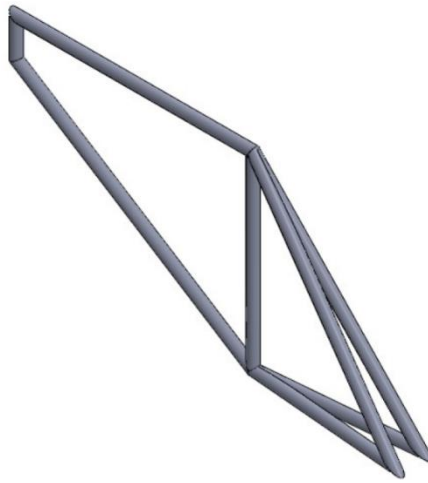

Рисунок 9.31 – Зварна конструкція рами
14. Натисніть кнопку **OK** у **Structural Member PropertyManager**; зварна конструкція буде створена (див. рис. 9.31).